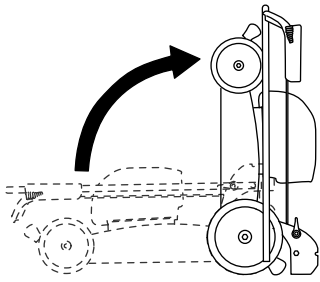

Figura 19
6. Sollevare la parte frontale della macchina utilizzando la stegola e spostatela in uno spazio per il rimessaggio (Figura 19).